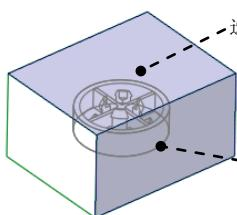

图 18.8 定义草绘平面
(1) 单击 **分型面** 功能选项卡 **形状** ▾ 区域中的 按钮, 此时系统弹出“拉伸”操控板。
(2) 定义草绘截面放置属性。右击, 从系统弹出的菜单中选择 **定义内部草绘...** 命令; 选取图 18.8 所示的坯料表面 1 为草绘平面, 接受默认的草绘视图方向, 然后选取图 18.8 所示的坯料表面 2 为参考平面, 方向为 **上**。然后单击 **草绘** 按钮。